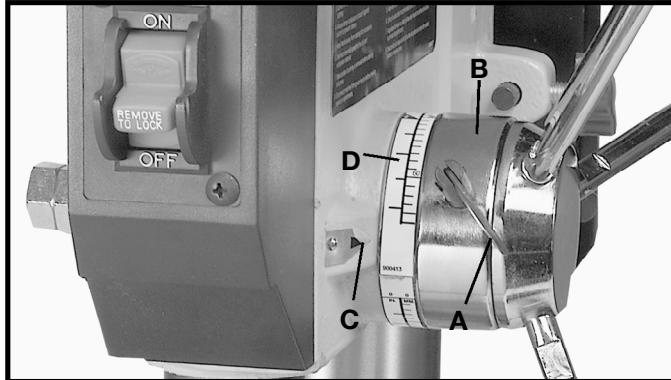

Fig. 27
3. Baje el huso hasta la fig. 27 del indicador (C), se alinea con la marca en la escala (D) que usted desea la profundidad para ser. Entonces apriete el tornillo de la cerradura (A). Vuelva el huso a la posición ascendente.
5. Perfore un agujero de la prueba para comprobar el ajuste y para reajustarlo en caso de necesidad. Todos los agujeros entonces serán perforados a la profundidad exacta según lo indicado en fig. 27 de la escala (D).